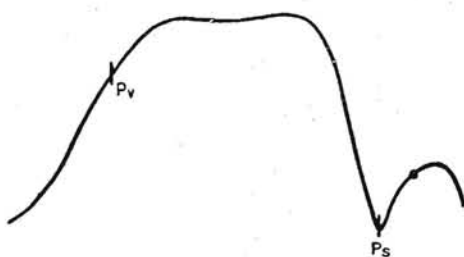

Fig. 10.50.
13) Rimettere l'elemento attenuatore tra il piedino 2 della V3 e massa e ricontrollare l'allineamento della L24 sul selettore (max uscita). La curva (vista con vobbolatore ed oscilloscopio) deve risultare come in fig. 10.50.